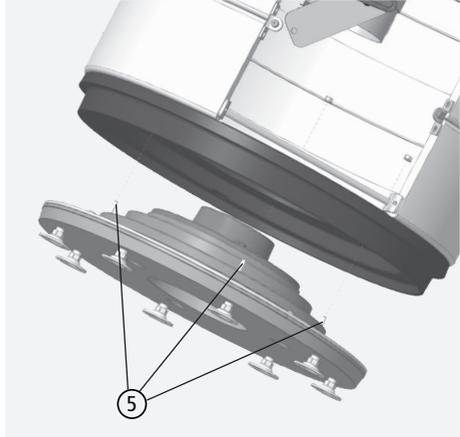

Fig. 3.11 Fixez le support pivotant sous le COLONA lite
- ① Ouvrir la porte de foyer et la soulever légèrement côté charnière ; en cas de porte à fermeture automatique, d'abord détendre le ressort de porte, voir Fig. 3.11 et Fig. 3.12,
- ② faire basculer la porte hors de la charnière vers l'avant et vers le bas ; ce faisant, bien maintenir la porte par le bas,
- ③ enlever la porte de foyer vers le bas.
Lors du démontage de la porte de foyer, le ressort de porte est détendu. Le ressort ne doit pas être démonté, mais doit être retendu après le montage de la porte de foyer (voir aussi Fig. 3.11 en page 25).